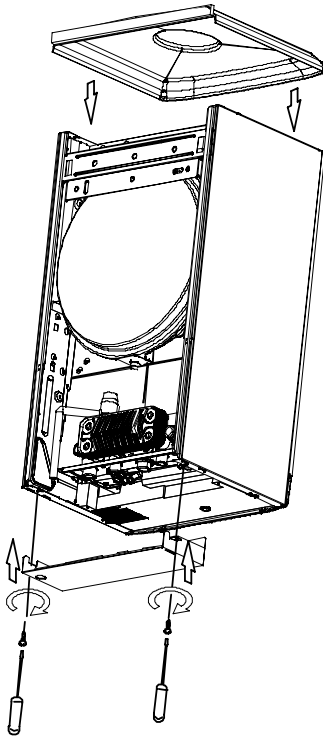

fig. 5.32
- 2 Utilizzare le viti posteriori che fissano i pannelli laterali della carrozzeria per fissare la protezione inferiore fig. 5.32 e bloccare la protezione superiore dopo aver fissato lo scarico fumi.